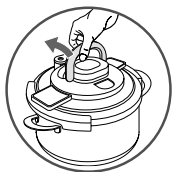

fig. 1
- Basculez l'anse d'ouverture/fermeture de la position verticale à la position horizontale - **fig 1**.